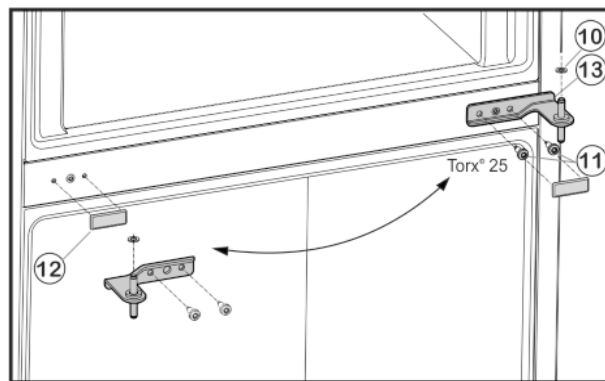

Fig. 6
- Odšroubujte upevňovací šrouby Fig. 6 (11) (2 x Torx® 25) a stojan ložiska uprostřed vytáhněte ze spodních dvířek.
- Vyjměte plastovou podložku Fig. 6 (10).
- Kryt Fig. 6 (12) opatrně stáhněte.
- Kryt Fig. 6 (12) opět nasadte na protilehlé straně.
- Prostřední stojan ložiska Fig. 6 (13) otočený o 180° nasadte do spodních dvířek a našroubujte jej pomocí upevňovacích šroubů Fig. 6 (11) (2 x Torx® 25) pevně na novou stranu závěsu dveří (4 Nm).
- ▶ Opět nasadíte plastovou podložku Fig. 6 (10).
- ▶ Horní dvířka usadíte na prostředním ložiskovém čepu Fig. 6 (13).